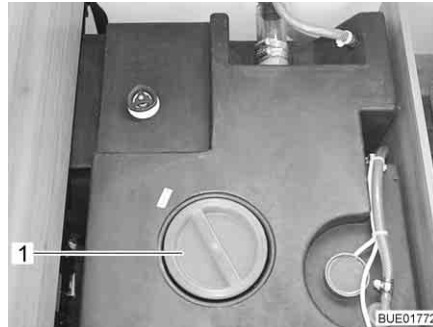

Bild 179 Rengöringsöppning på vattentanken
- Tag av vattentankens lock (Bild 179,1).